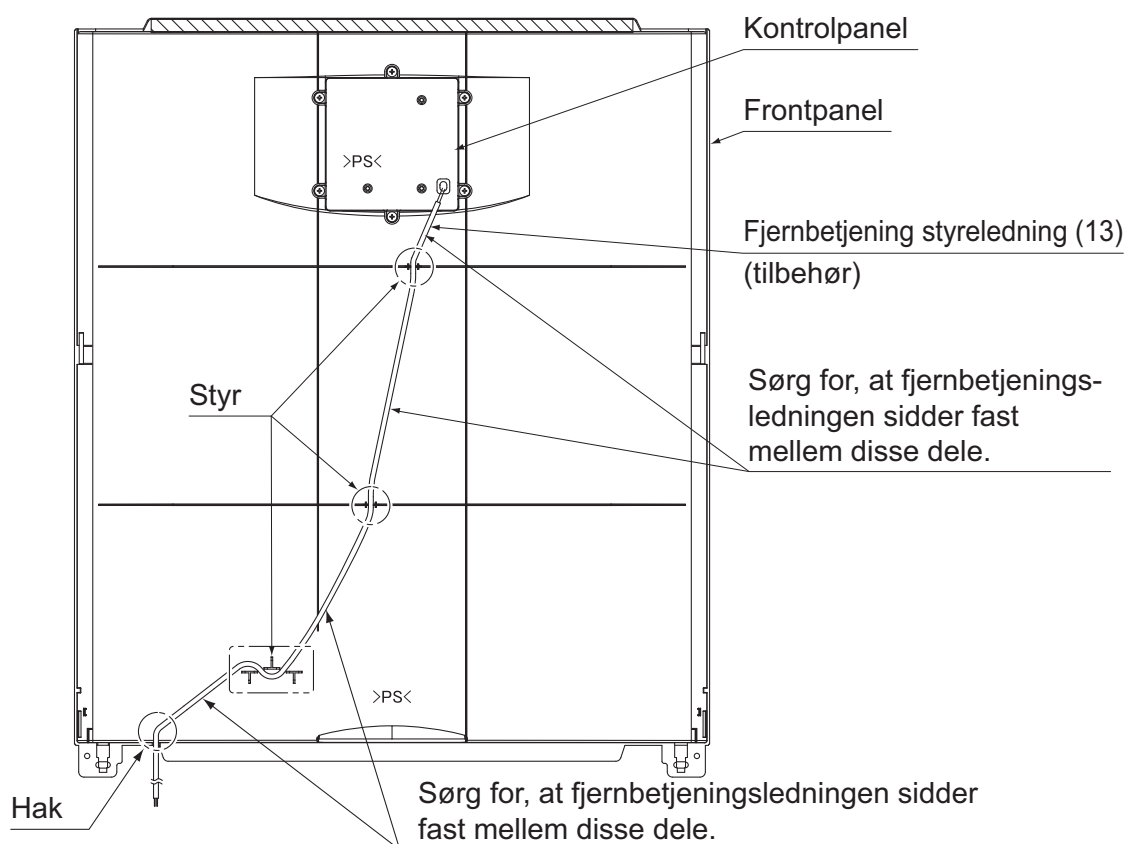

Fig. 27
4. Klem fjernbetjeningens ledning ind i styret og indhakket. (Se fig. 27)